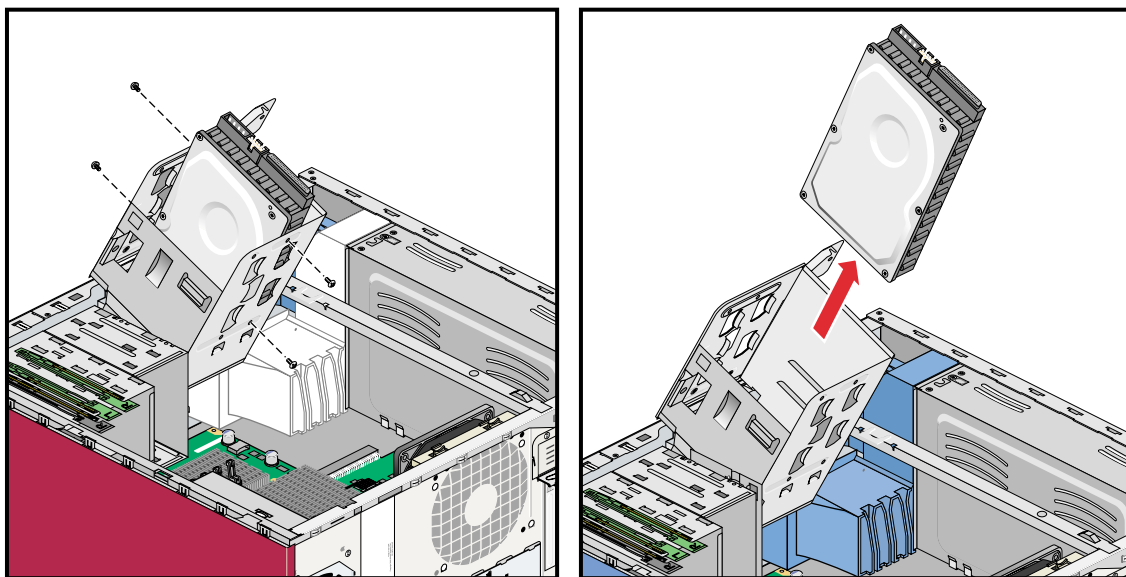

図 4-14 ディスク・ドライブの取外し
1. 取外すドライブをドライブ・ケージに固定している 4 本のプラスねじを取外します。次に、ディスク・ドライブをしっかりと持ち、上にスライドさせてドライブ・ケージから取出します。図 4-14 を参照してください。